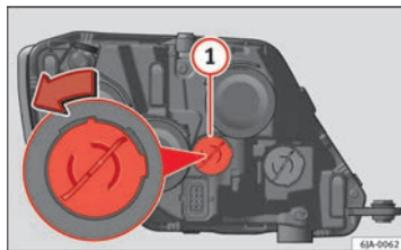

Fig. 158 Cambio de lámpara de la luz diurna
- Gire el portalámparas ⇒ fig. 158 ① en sentido antihorario y retírelo.